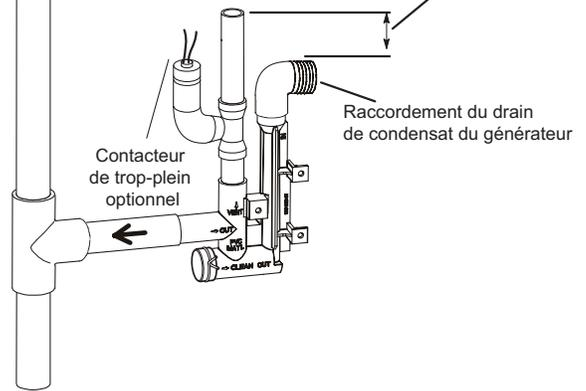
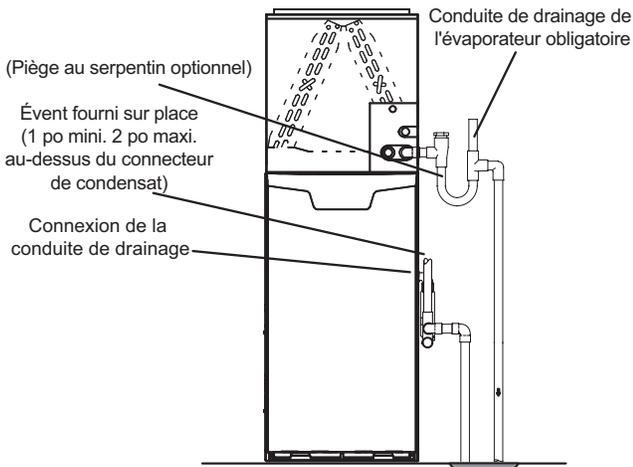
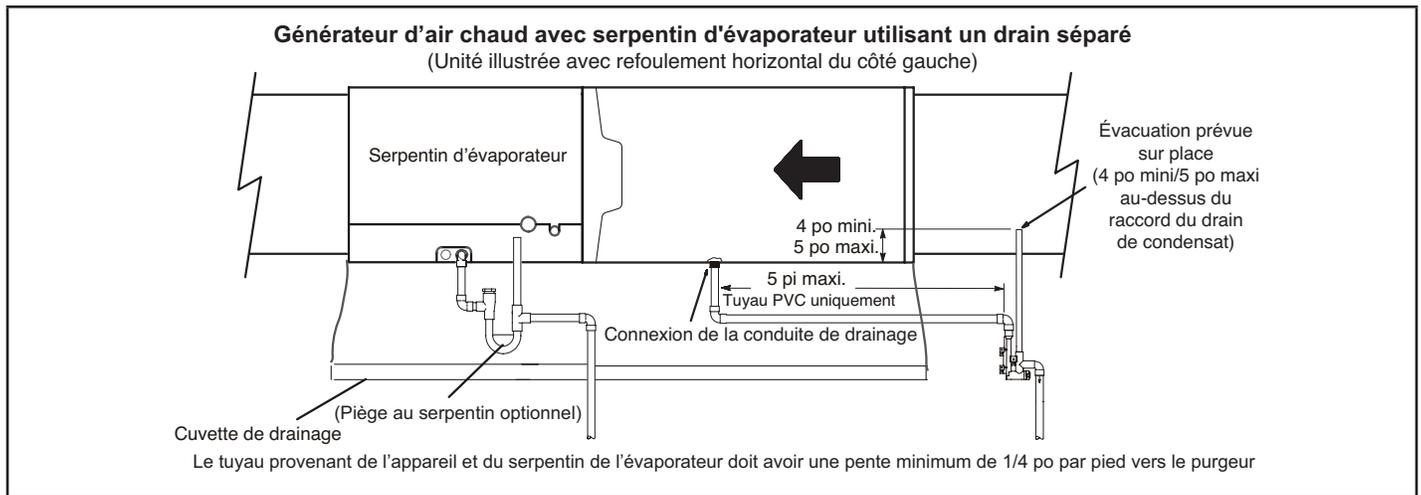
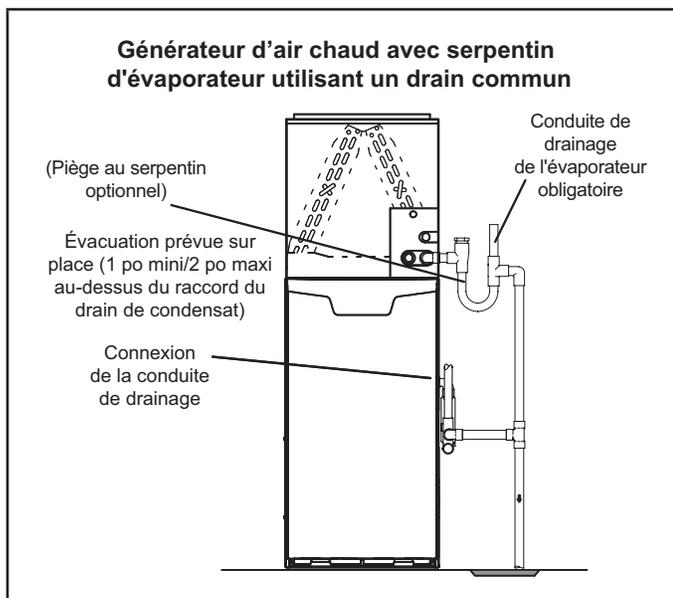

Figure 50
Figure 49
Figure 51
Figure 52
- 5 - La Figure 49 et la Figure 51 montrent l'appareil et le serpentin d'évaporateur utilisant un drain séparé. Si nécessaire la conduite de condensat de l'appareil et celle du serpentin d'évaporateur peuvent s'écouler ensemble. Voir la Figure 50, la Figure 52 et la Figure 53. Circulation ascendante (Figure 52) - L'évacuation fournie sur place doit avoir une longueur comprise entre 1 po minimum et 2 po maximum au-dessus du raccord de sortie du drain de condensat. Toute longueur supérieure à 2 po peut provoquer la submersion de l'échangeur de chaleur si la conduite de vidange principale combinée était obstruée. Circulation horizontale (Figure 53) - L'évacuation fournie sur place doit avoir une longueur comprise entre 4 po minimum et 5 po maximum au-dessus du raccord de sortie du drain de condensat. Toute longueur supérieure à 5 po peut provoquer la submersion de l'échangeur de chaleur si la conduite de vidange principale combinée était obstruée.